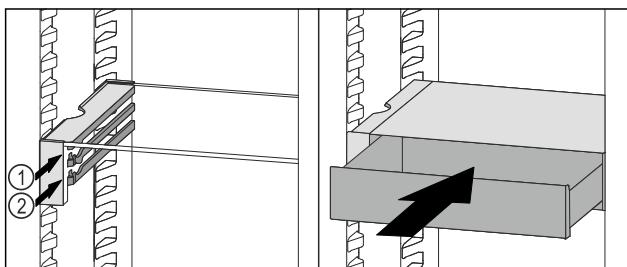

Fig. 78
- Встановити висувний ящик VarioSafe за стопорами на потрібне ребро Fig. 78 (1) або Fig. 78 (2).